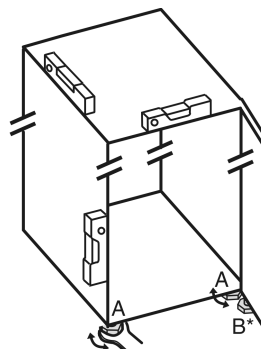

Fig. 8
- ▶ Izmantojot pievienoto uzgriežņu atslēgu un līmeņrādi, izskrūvējiet kājiņas Fig. 8 (A), līdz ierīce ir noregulēta stabilā un taisnā stāvoklī.
- ▶ Izmantojot pievienoto uzgriežņu atslēgu, izskrūvējiet kājiņu Fig. 8 (B) no gultņa balsta, līdz tas atrodas uz grīdas.
- ▶ Pagrieziet kājiņu Fig. 8 (B) vēl par 90°.